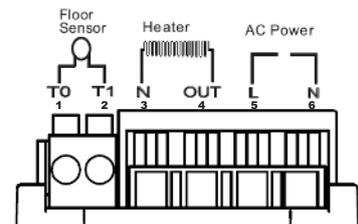

Рис. 2
- В пружинных гнездах клеммника (рис.2) синего цвета №1 (T0) и №2 (T1) зафиксируйте (при помощи кнопок желтого цвета) концы соединительных проводов датчика t° пола. Полярность этих проводов значения не имеет.